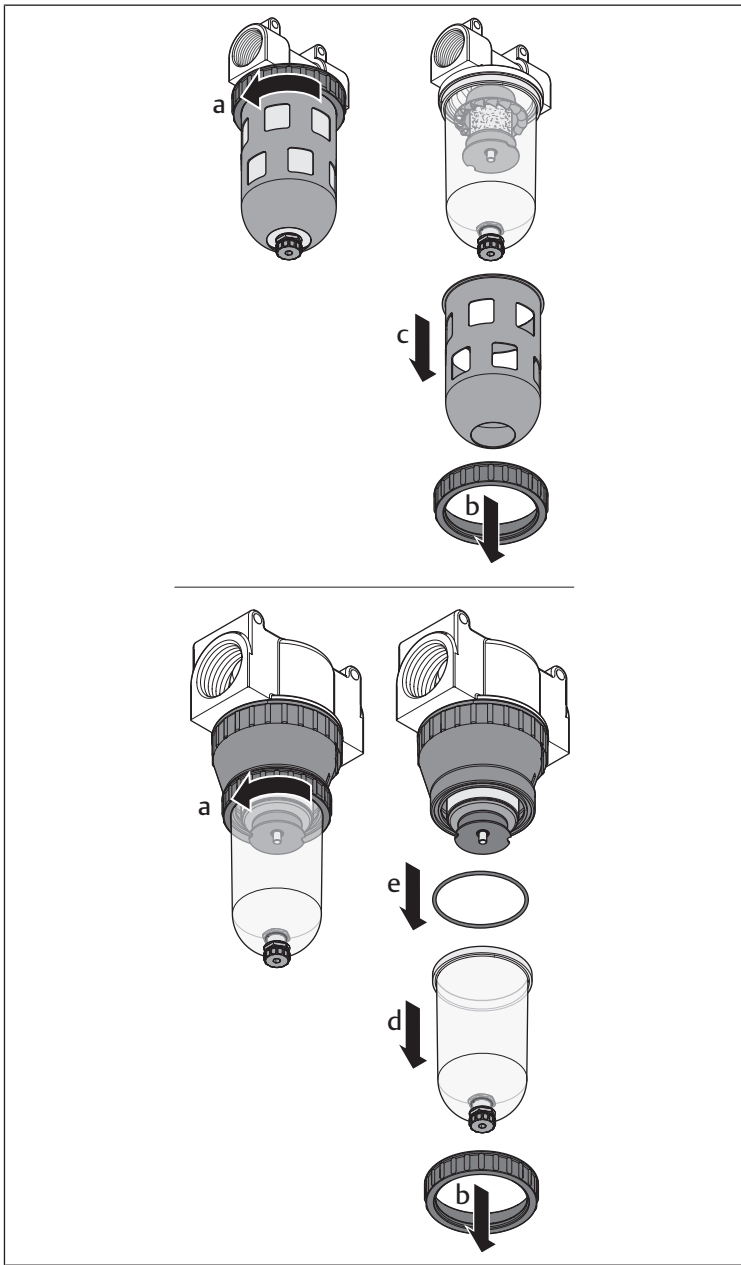
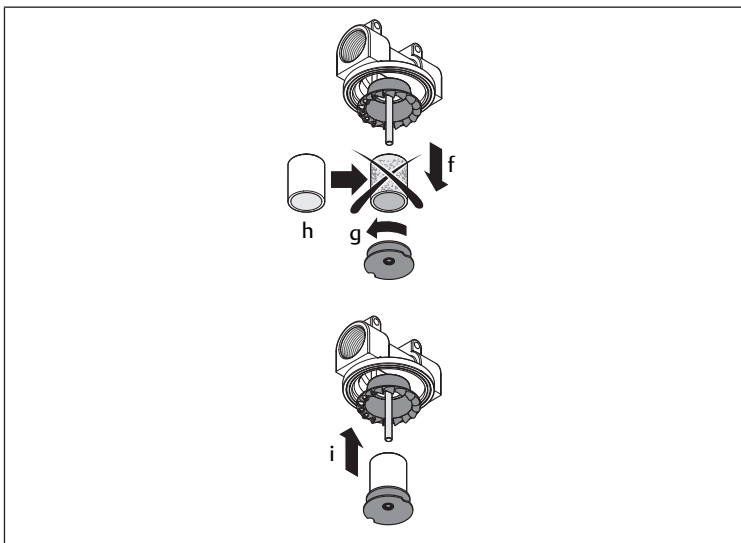

Fig. 4: Desmontaje/montaje de la cesta de protección y del recipiente
Fig. 5: Sustitución del filtro
Véase → Fig. 4, → Fig. 5.
8. Vuelva a montar el recipiente en orden inverso conforme se explica en → Fig. 4.